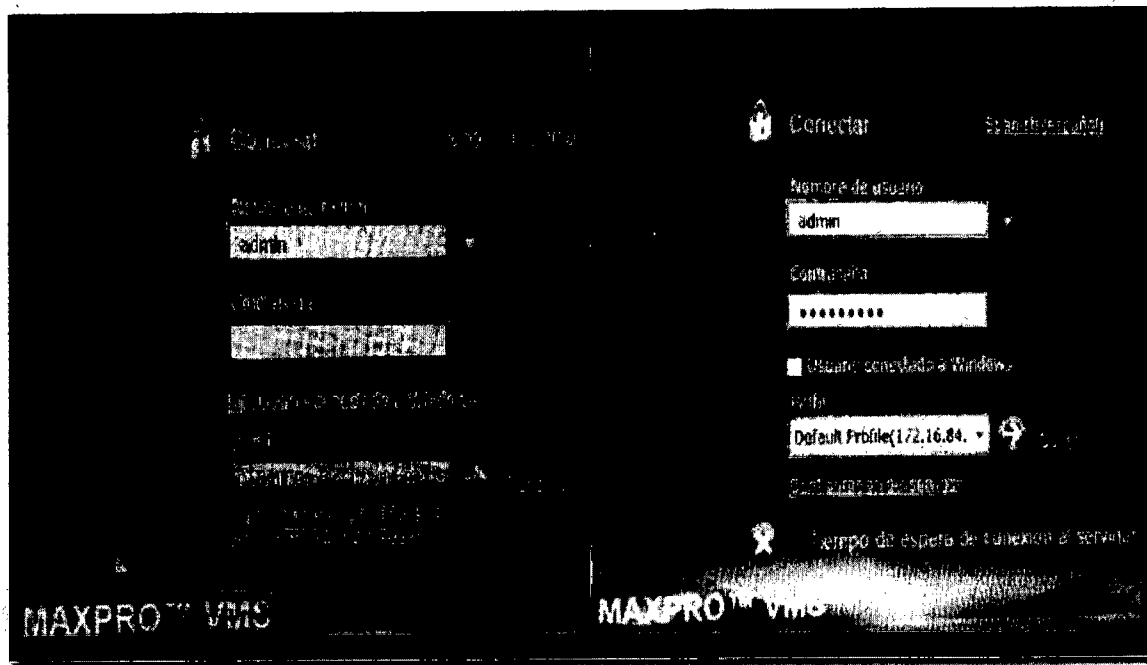

Imagen 8. Intento de conexión MAXPRO-VMS
- 8) En la plataforma VMS del CCTV MAXPRO no contamos con usuario y clave del sistema, motivo por el cual no podemos acceder para validar grabaciones y configuraciones de las NVRs, solo tenemos conocimiento que el servidor principal tiene la Ip 172.16.84.5, en la imagen 8, se encuentra el intento de conexión con el usuario admin y el error presente.